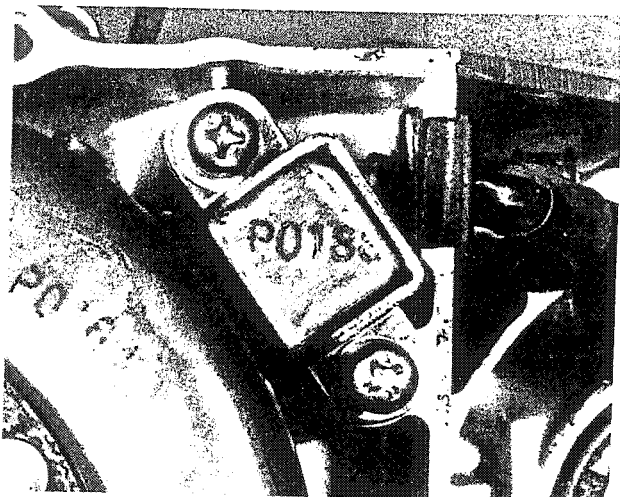

Bild 52
- Die beiden Befestigungsschrauben des Impulsgebers lösen und die Schelle der Lichtmaschinenkabel lösen (Bild 52). Den auf Passstiften sitzenden Impulsgeber lösen. Die drei Befestigungsschrauben des Stators lösen, jedoch nicht die beiden mit einem Farbtupfen gesicherten Schrauben, sonst wird der Zündzeitpunkt verstellt. Den Stator zusammen mit dem Impulsgeber ausbauen (Bilder 53, 54).